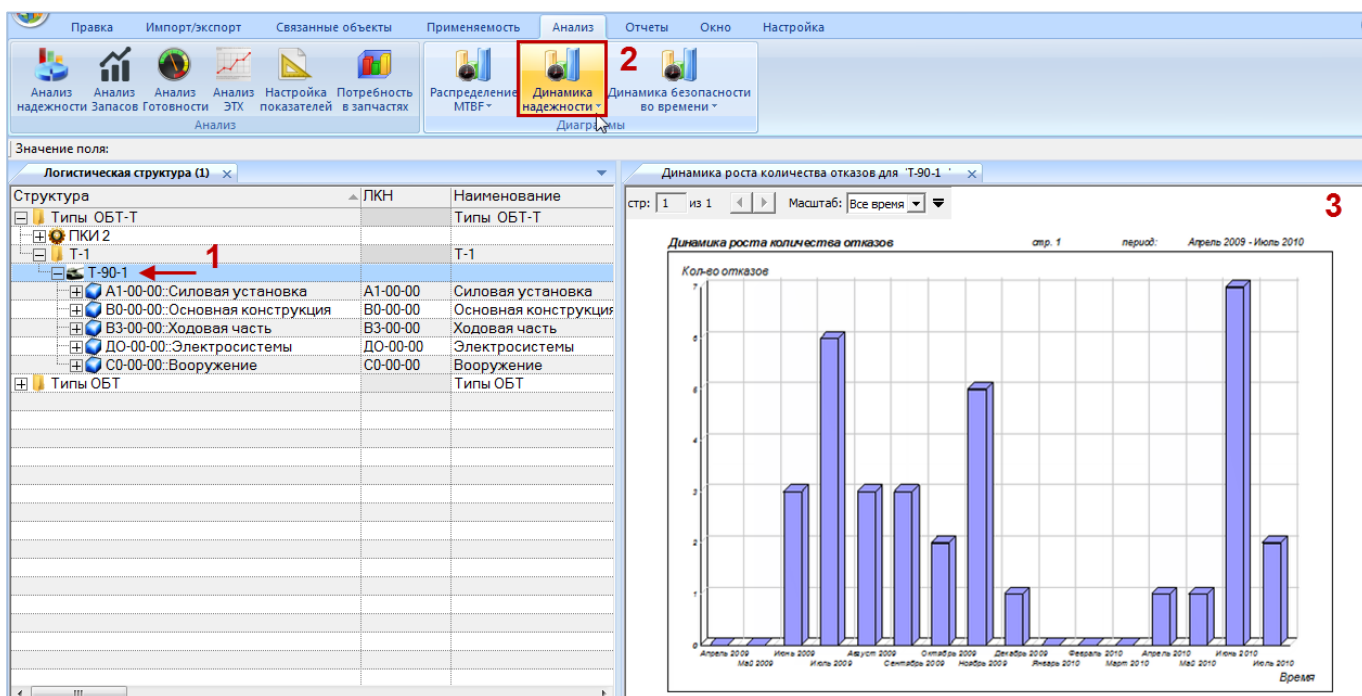

Рис. 26-65 – Построение диаграммы по надежности
- 4) В отдельном рабочем окне отображается диаграмма по надежности (3 на рис. 26-65). Краткое описание инструментов панели «Файл» для диаграмм приведено в пункте 5.4.7 «Панель «Диаграммы»», стр. 64.